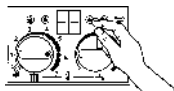

Рис. 43
– Нажать на сервисклавишу и держать, пока на дисплее не засветится "–", (рис. 43).